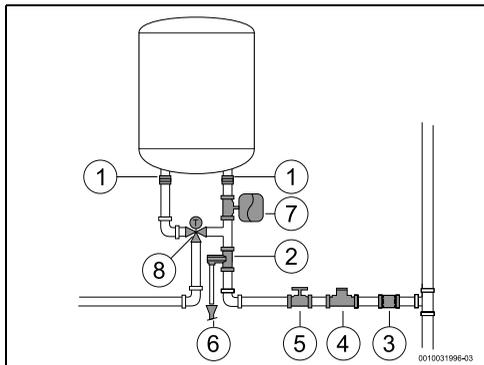

Fig. 8 Ligação de água
De forma a evitar problemas provocados por alterações de pressão súbitas na alimentação, aconselha-se a montagem de uma válvula anti-retorno a montante do termoacumulador (Fig. 8, [7]).
- ▶ Instalar a válvula de segurança na entrada de água do termoacumulador (Fig. 8).
- ▶ instalar uma válvula redutora (Fig. 8, [4]).
- ▶ instalar um vaso de expansão (Fig. 8, [7]) para evitar que a abertura da válvula de descarga seja tão frequente. O volume do vaso de expansão deve ser o equivalente a 5% do volume do aparelho.